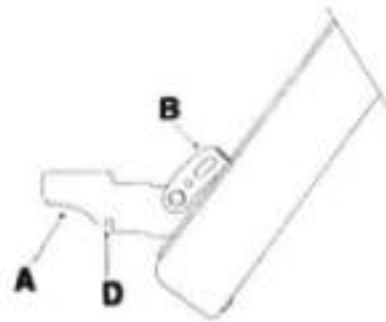

Fig 1
- Abrir la puerta completamente y levantar las 2 palancas "B" (fig1);